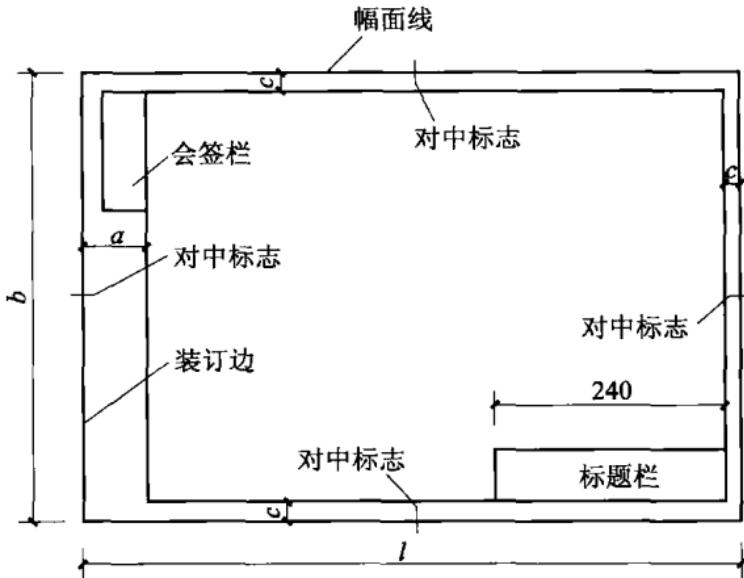
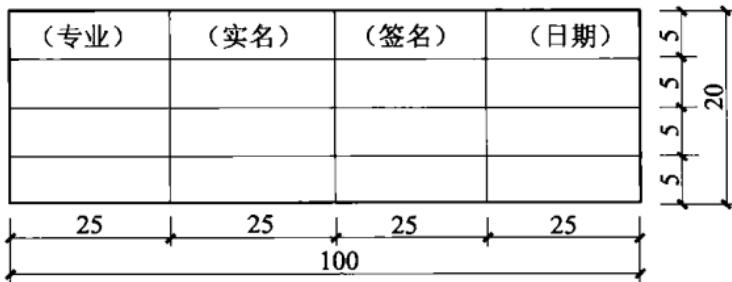

图 1-1-1 A0 ~ A3 横式幅面
图 1-1-5 会签栏
(1) 图纸幅面及图框尺寸, 应符合表 1-1-2 的规定及图 1-1-1 ~ 图 1-1-5 的格式。
(1) 图纸的标题栏、会签栏及装订边的位置，应符合下列规定：
① 横式使用的图纸，应按图 1-1-1 的形式布置。
(3) 会签栏应按图 1-1-5 的格式绘制, 其尺寸应为  $100\text{mm} \times 20\text{mm}$ , 栏内应填写会签人员所代表的专业、姓名、日期(年、月、日); 一个会签栏不够时, 可另加一个, 两个会签栏应并列; 不需会签的图纸可不设会签栏。